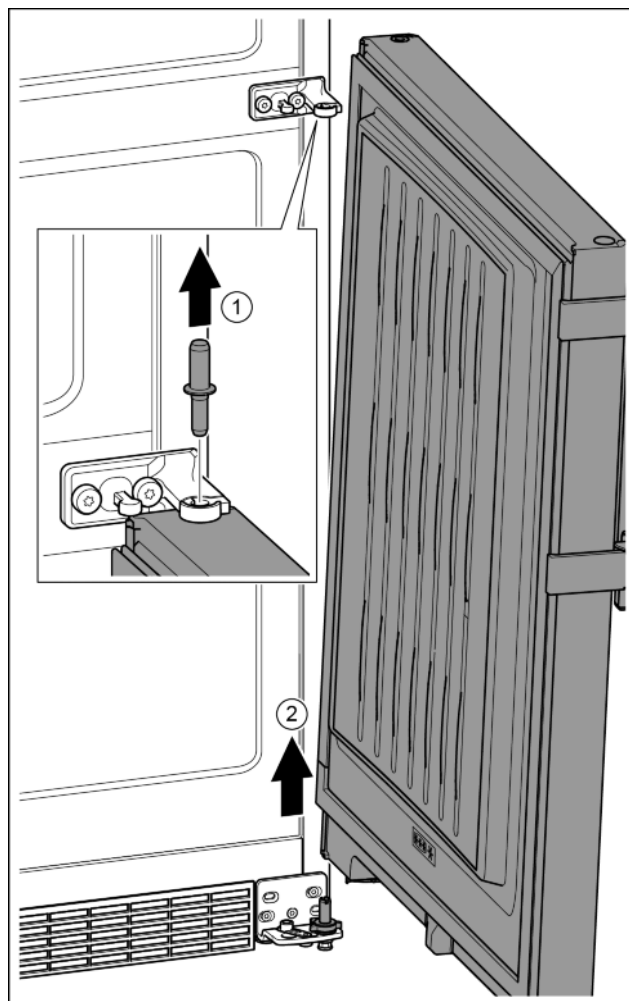

Fig. 11
- Čep vytáhněte nahoru. *Fig. 11 (1)*
- Dveře vysadte, vytáhněte nahoru a odložte stranou. *Fig. 11 (2)*